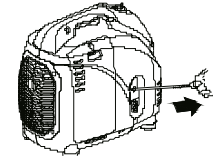

Рис. 18
- е) Медленно потяните за ручку стартера до появления сопротивления. Верните ручку в исходное положение и затем, прочно зафиксировав генератор, быстро и сильно потяните за ручку. При первом запуске проделать эту процедуру несколько раз, чтобы топливо попало в карбюратор (модели 2000i, 2700i, 3000i(iL) (Рис. 18).